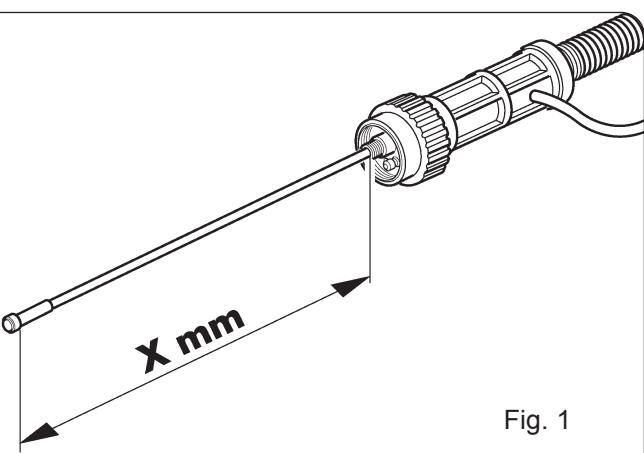

Fig. 1
- La guaina è più lunga della torcia, rimane sporgente di **X mm** (vedi fig.1).
- Misurare con precisione la parte sporgente (vedi fig.1).